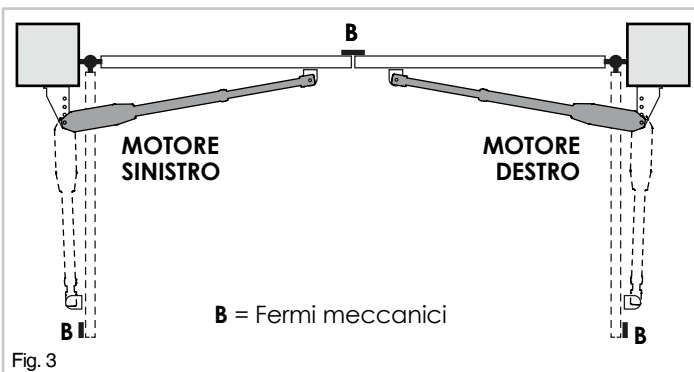

Fig. 3
- Il cancello sia dotato di arresti meccanici in apertura e chiusura (Fig. 3).
3.3 Attuatore DESTRO o SINISTRO (Fig. 3)